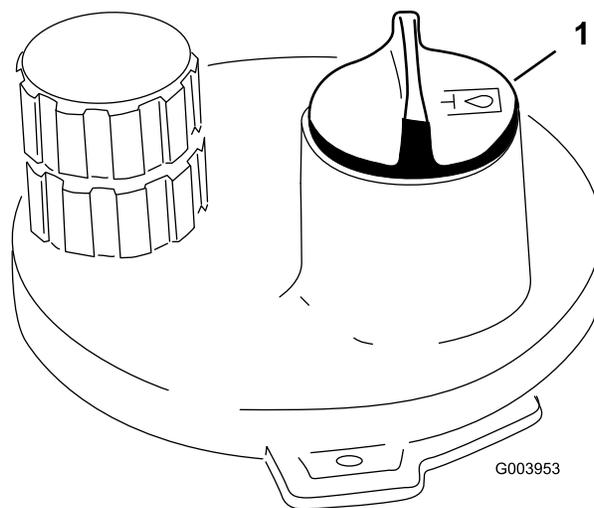

Figura 38
3. Limpie alrededor del cuello de llenado y el tapón del depósito de aceite hidráulico (Figura 38). Retire el tapón del cuello de llenado.